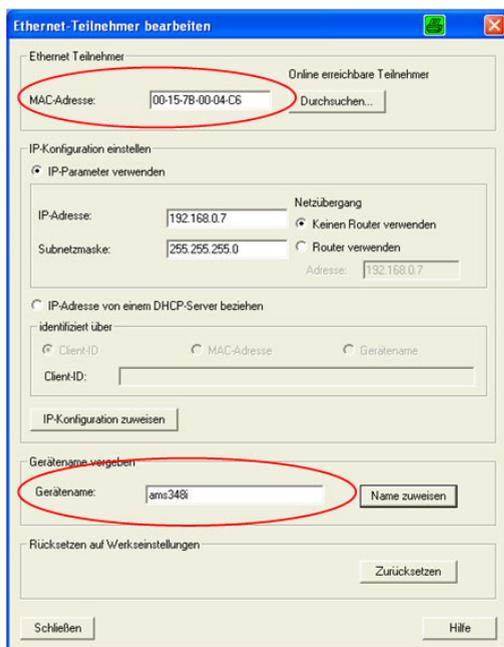

Figure 9.15 : Combinaison du nom d'appareil avec le MAC ID du participant
- Attribution adresse MAC - adresse IP - nom d'appareil individuel (voir figure 9.15)